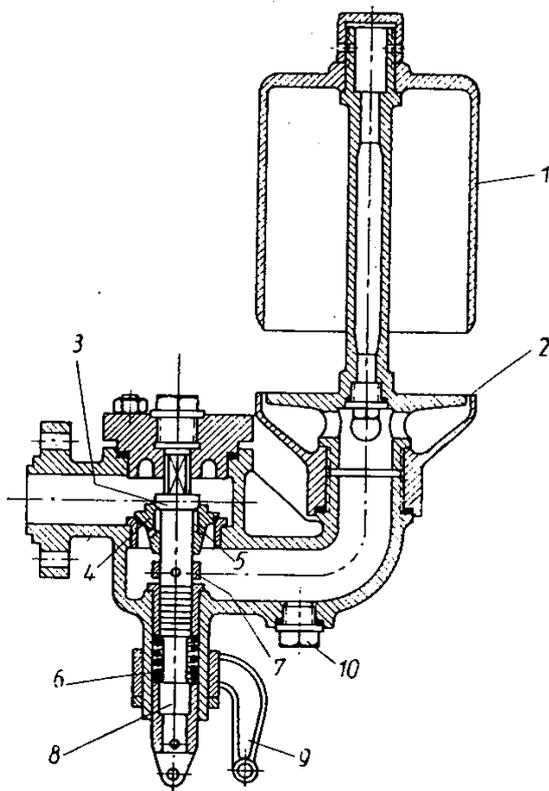

Bild 65.
Das Hauptelement der Pfeife stellt eine Glocke (1) mit scharfer Schneide dar. Ein Untersatz ist so konstruiert, daß genau senkrecht unter der Schneide ein Ringspalt (2) zum Durchströmen des Dampfes offen ist (Bild 65). Der ausströmende Dampf stößt gegen die Schneide und versetzt die Glocke in schnelle Schwingungen, die als Pfeifton wahrnehmbar werden. Ein im Pfeifenuntersatz sitzendes Ventil (4) wird durch eine Feder (6) geschlossen gehalten. Durch einen Handzug kann von Führerstände aus das Ventil geöffnet und damit die Pfeife zum Ertönen gebracht werden. Wie Bild 65 zeigt, befindet sich bei den Pfeifen der Einheitslokomotiven im Hauptventil noch ein kleines Zusatzventil (3). Wird der Pfeifenhebel nur mäßig bewegt, dann hebt sich zunächst das Hilfsventil und läßt durch Bohrungen im Hauptventil (5) nur eine geringe Menge Dampf strömen. Dadurch wird ein schwächerer Ton, ein sogenannter Halbton erzeugt. Dieser Halbton genügt für Signale beim Vershubdienst und sonstigen Verständigungen im Bahnhofsbereich.